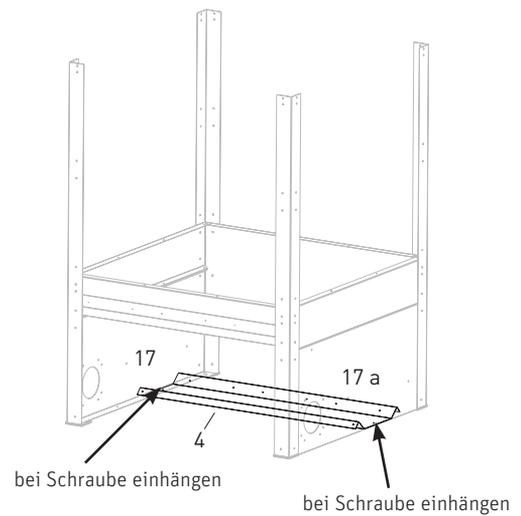

Fig. 8 Bodenplatte montieren
Boden (4) einlegen und links und rechts in beide Schrauben der Seitenwand-Umschalteneinheit (17, 17a) einhängen und mit Muttern verschrauben – Fig. 8.